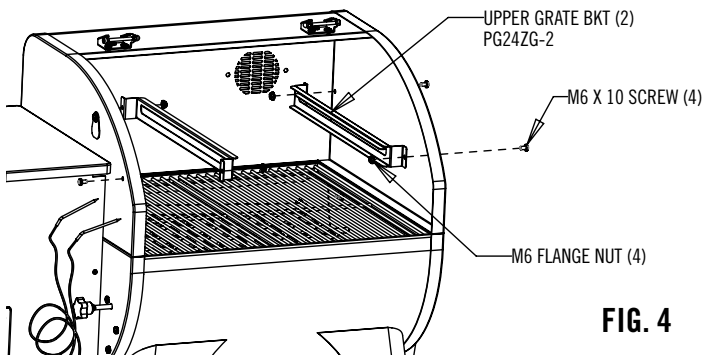

FIG. 4
1. Monter la cheminée sur le barbecue comme indiqué à la Fig. 4. S'assurer que le joint de la cheminée est placé entre le barbecue et la cheminée.
3. Placer le boulon 1/4-20 x 3 à travers le chapeau de la cheminée et l'attacher au moyen d'un (1) écrou 1/4-20. Visser un deuxième écrou sur le boulon en laissant environ 3,8 cm à partir de l'extrémité supérieure du chapeau. Visser l'ensemble du chapeau vers le bas dans
1. Monter la support comme indiqué à la Fig. 4.